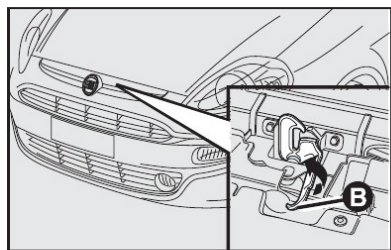

fig. 114
- 2) puxar a trava **B-fig. 114** localizada acima da grade frontal sob o capô. Como indicado pela seta;